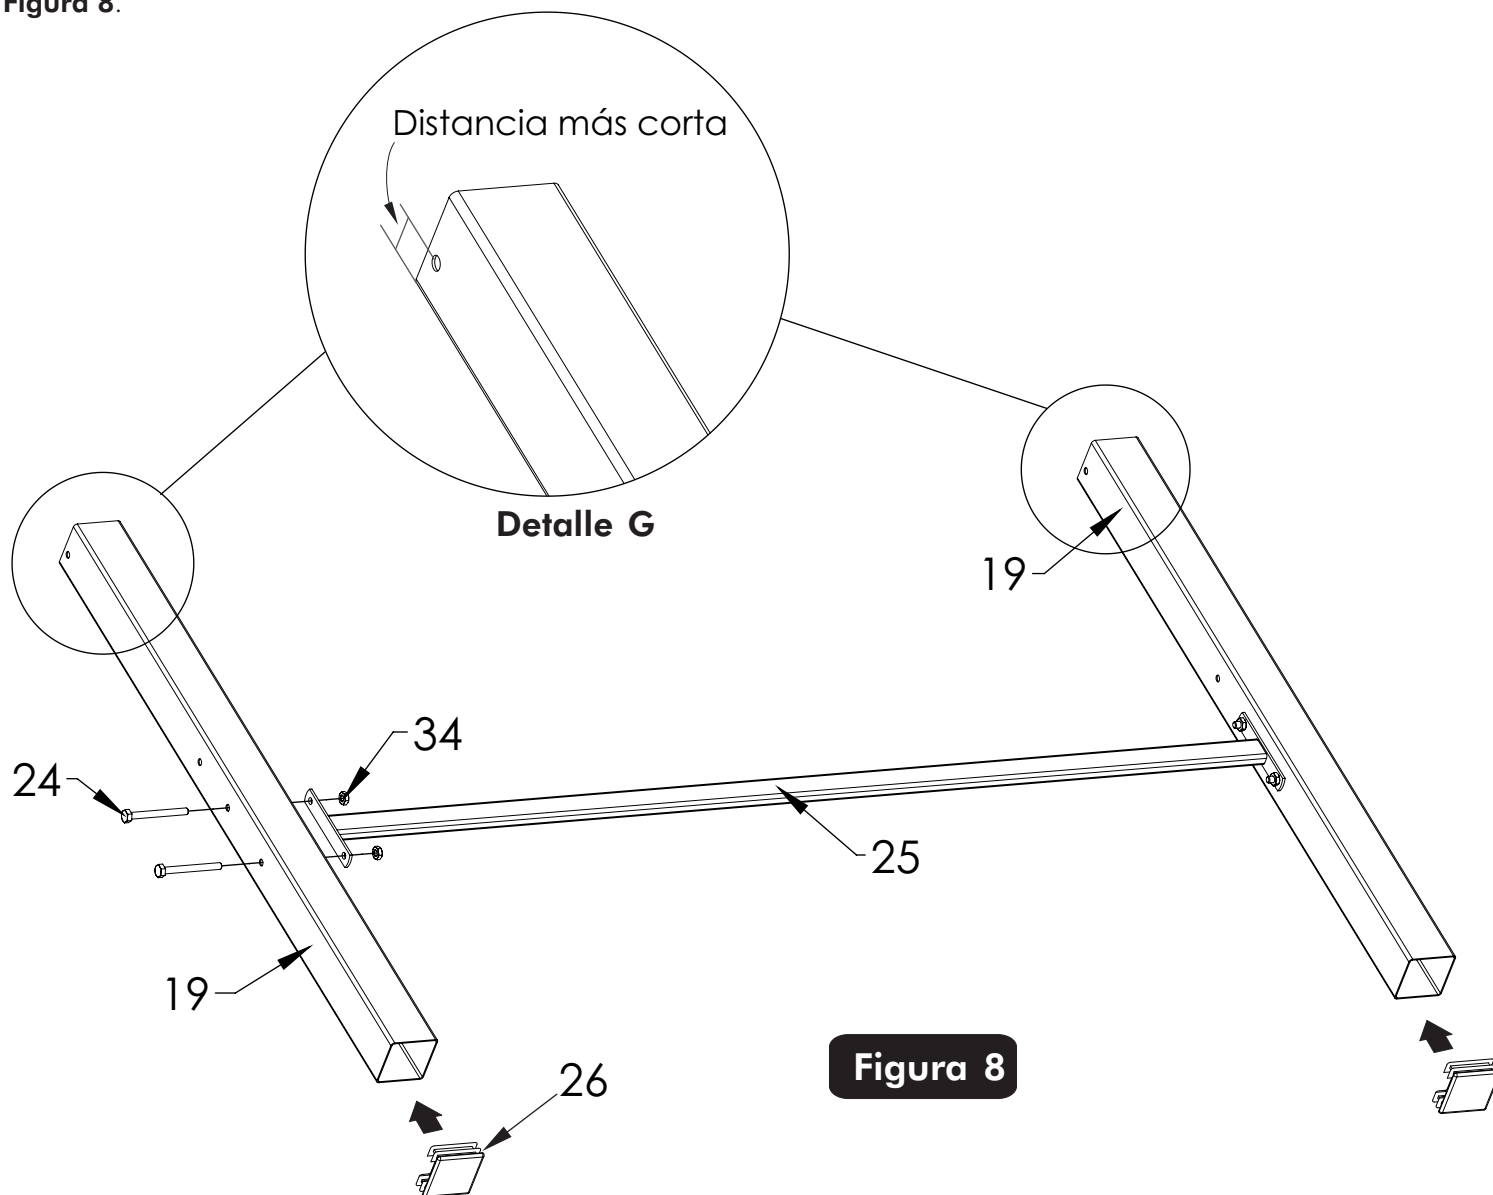

Figura 8
15. Ensamble el Tubo Horizontal (#25) a las Patas (#19) con los Tornillos (#24) y las Tuercas (#34) como se muestra en la **Figura 8**. Este seguro de que los orificios de la Pata (#19) coinciden entre sí, como se muestra en el **Detalle G**.
16. Coloque los Tapones (#26) a la parte inferior de las patas (#19) como muestra en la **Figura 8**.